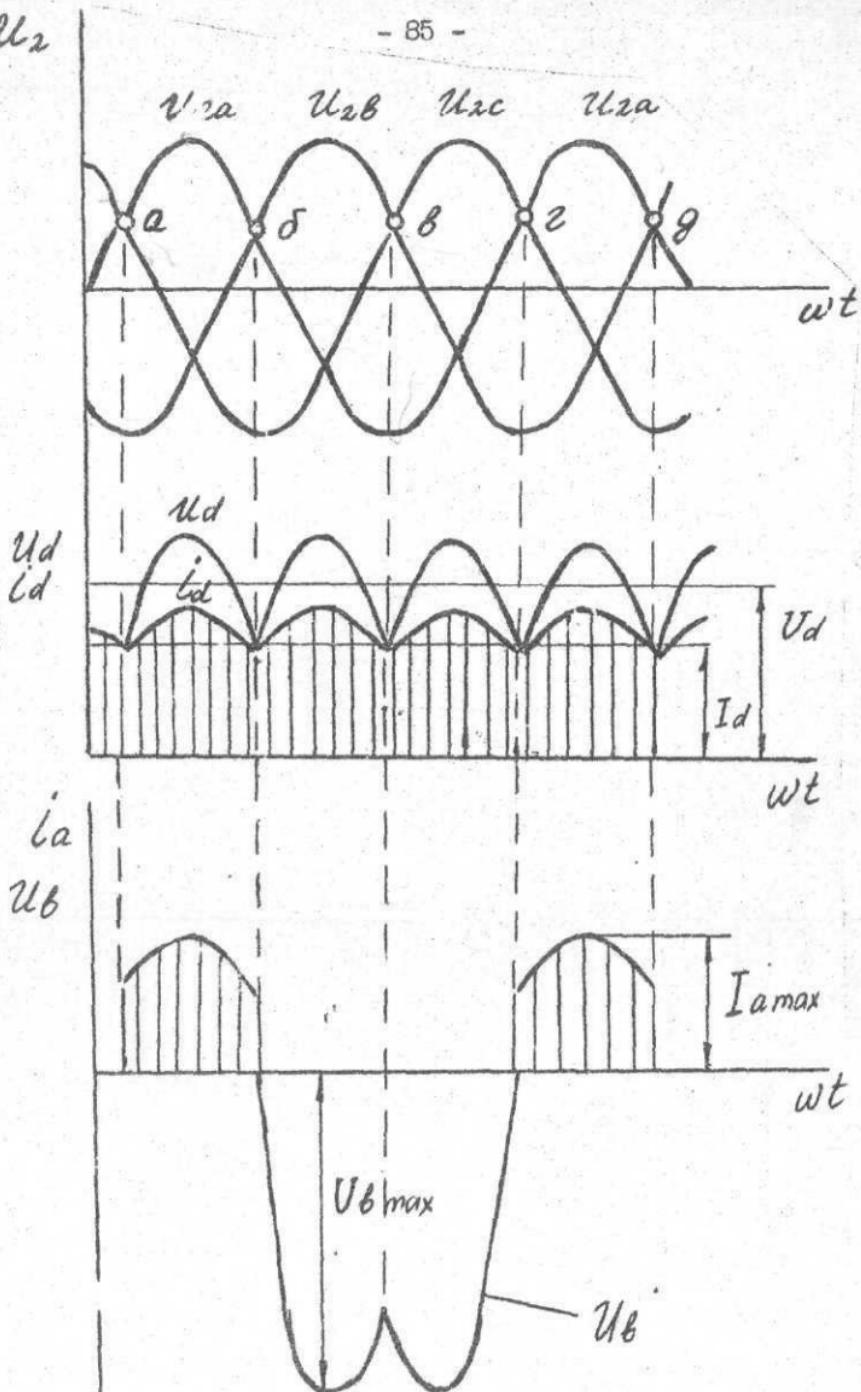
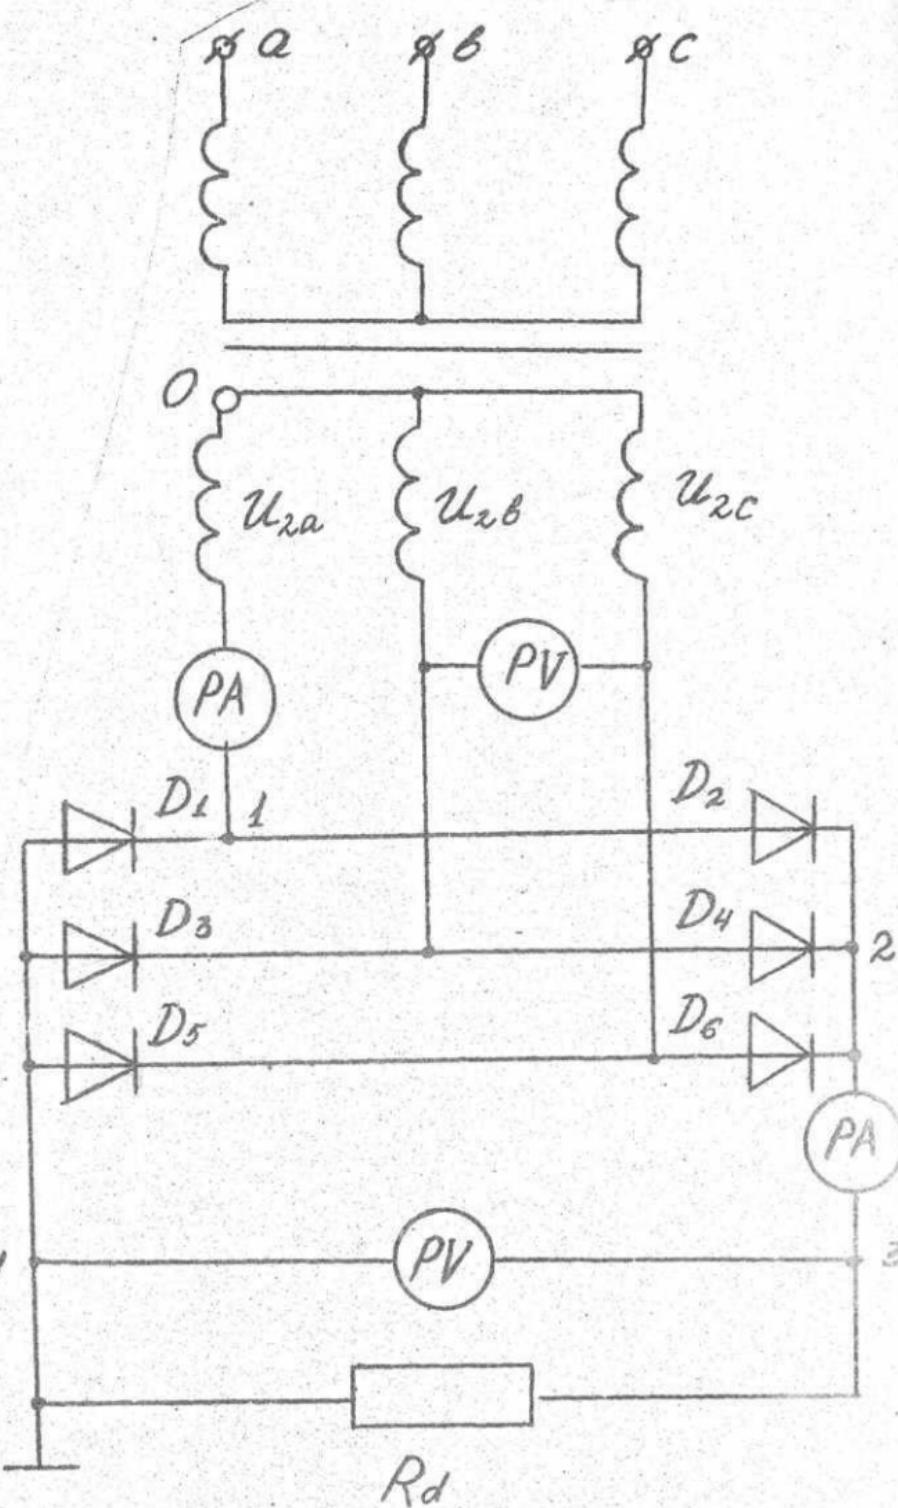

Рис. 6.2. Временные диаграммы напряжения и тока в трехфазной схеме выпрямления с выводом от нейтрали
Рис. 6.3. Схема трехфазного мостового выпрямителя
Временные диаграммы для этой схемы выпрямления приведены на рис. 6.2. Каждый из диодов работает  $1/3$  периода. Переключение диодов происходит в точках равенства положительных потенциалов фаз. Частота пульсаций выпрямленного напряжения (частота основной гармоники) в 3 раза выше частоты сетевого напряжения  $f_{out} = 3f_c$ . Трехфазная мостовая схема выпрямления приведена на рис. 6.3.
2.1. Для всех специальностей собрать мостовую схему выпрямления (рис.6.2).